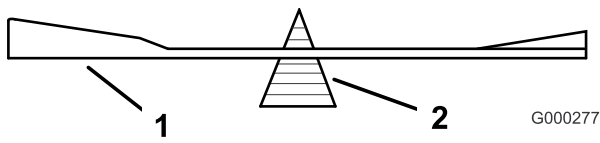

Figura 101
- Verifique el equilibrio de la cuchilla colocándola sobre un equilibrador de cuchillas (Figura 101).